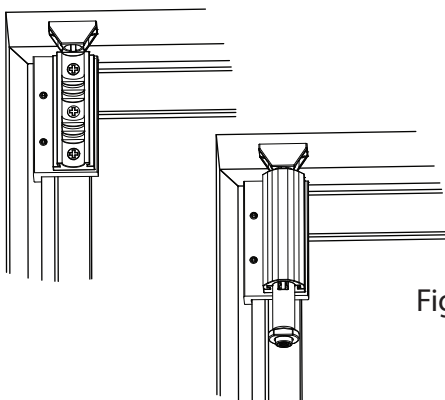

Fig 6.
7. For aluminium windows, fit the lock to the aluminium adapter with 3 #6 machine screws. Fit the aluminium adapter to the handle or the flange at the end of the window. Secure the adapter with 2 Allen screws with Allen key provided. Use the appropriate keeper or drill a hole in the sill when required. (Fig 6)
7. Pour les fenêtres en aluminium, installez la serrure sur l'adaptateur en aluminium avec 3 vis de mécanique à tête n° 6. Installez l'adaptateur en aluminium sur la poignée ou sur le rebord à l'extrémité de la fenêtre. Fixez solidement l'adaptateur avec 2 vis à tête avec la clef Allen fournie. Utilisez la bonne gâche ou percez un trou dans le seuil de fenêtre, si cela est nécessaire, à six pans que n° 6 et utilisez la gâche appropriée ou percez un trou (Fig. 6) dans le seuil de la fenêtre s'il y a lieu. (Fig. 6)
7. Para las ventanas de aluminio, instale el cerrojo en el adaptador de aluminio con 3 tornillos para metales N.º 6. Instale el adaptador de aluminio en la manija o en el reborde del extremo de la ventana. Fije el adaptador con 2 tornillos Allen con la llave Allen incluida. Use el dispositivo de cierre adecuado o taladre un orificio en el umbral si es necesario. (Fig. 6)